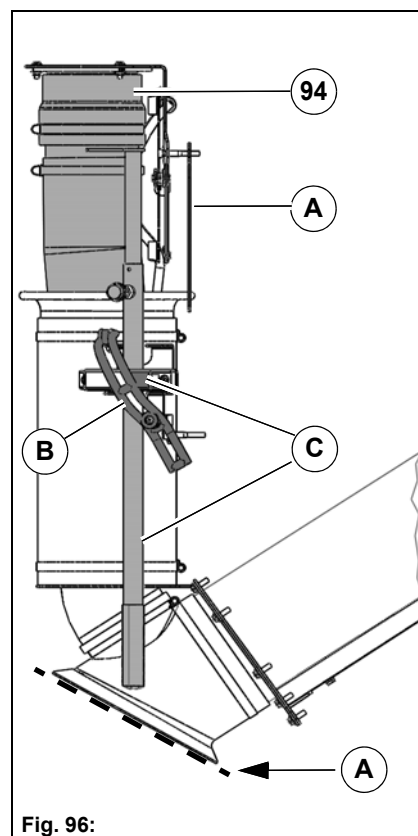

Fig. 96:
2. Le cas échéant, retirer la tôle d'insertion **Fig. 96-A** du support et la glisser sous le joint en caoutchouc.
3. Ouvrir le verrou **Fig. 96-B** et tirer le tuyau d'aspiration manuel vers le bas hors de sa fixation.
4. Tenir le tuyau d'aspiration manuel avec les poignées **Fig. 96-C** et nettoyer la surface. En cas de besoin, régler la longueur de la barre de préhension avec le boulon d'arrêt. Après le nettoyage, pousser le tuyau d'aspiration manuel contre la fixation. En raison de la dépression, le tuyau d'aspiration manuel se rétracte de manière automatique.